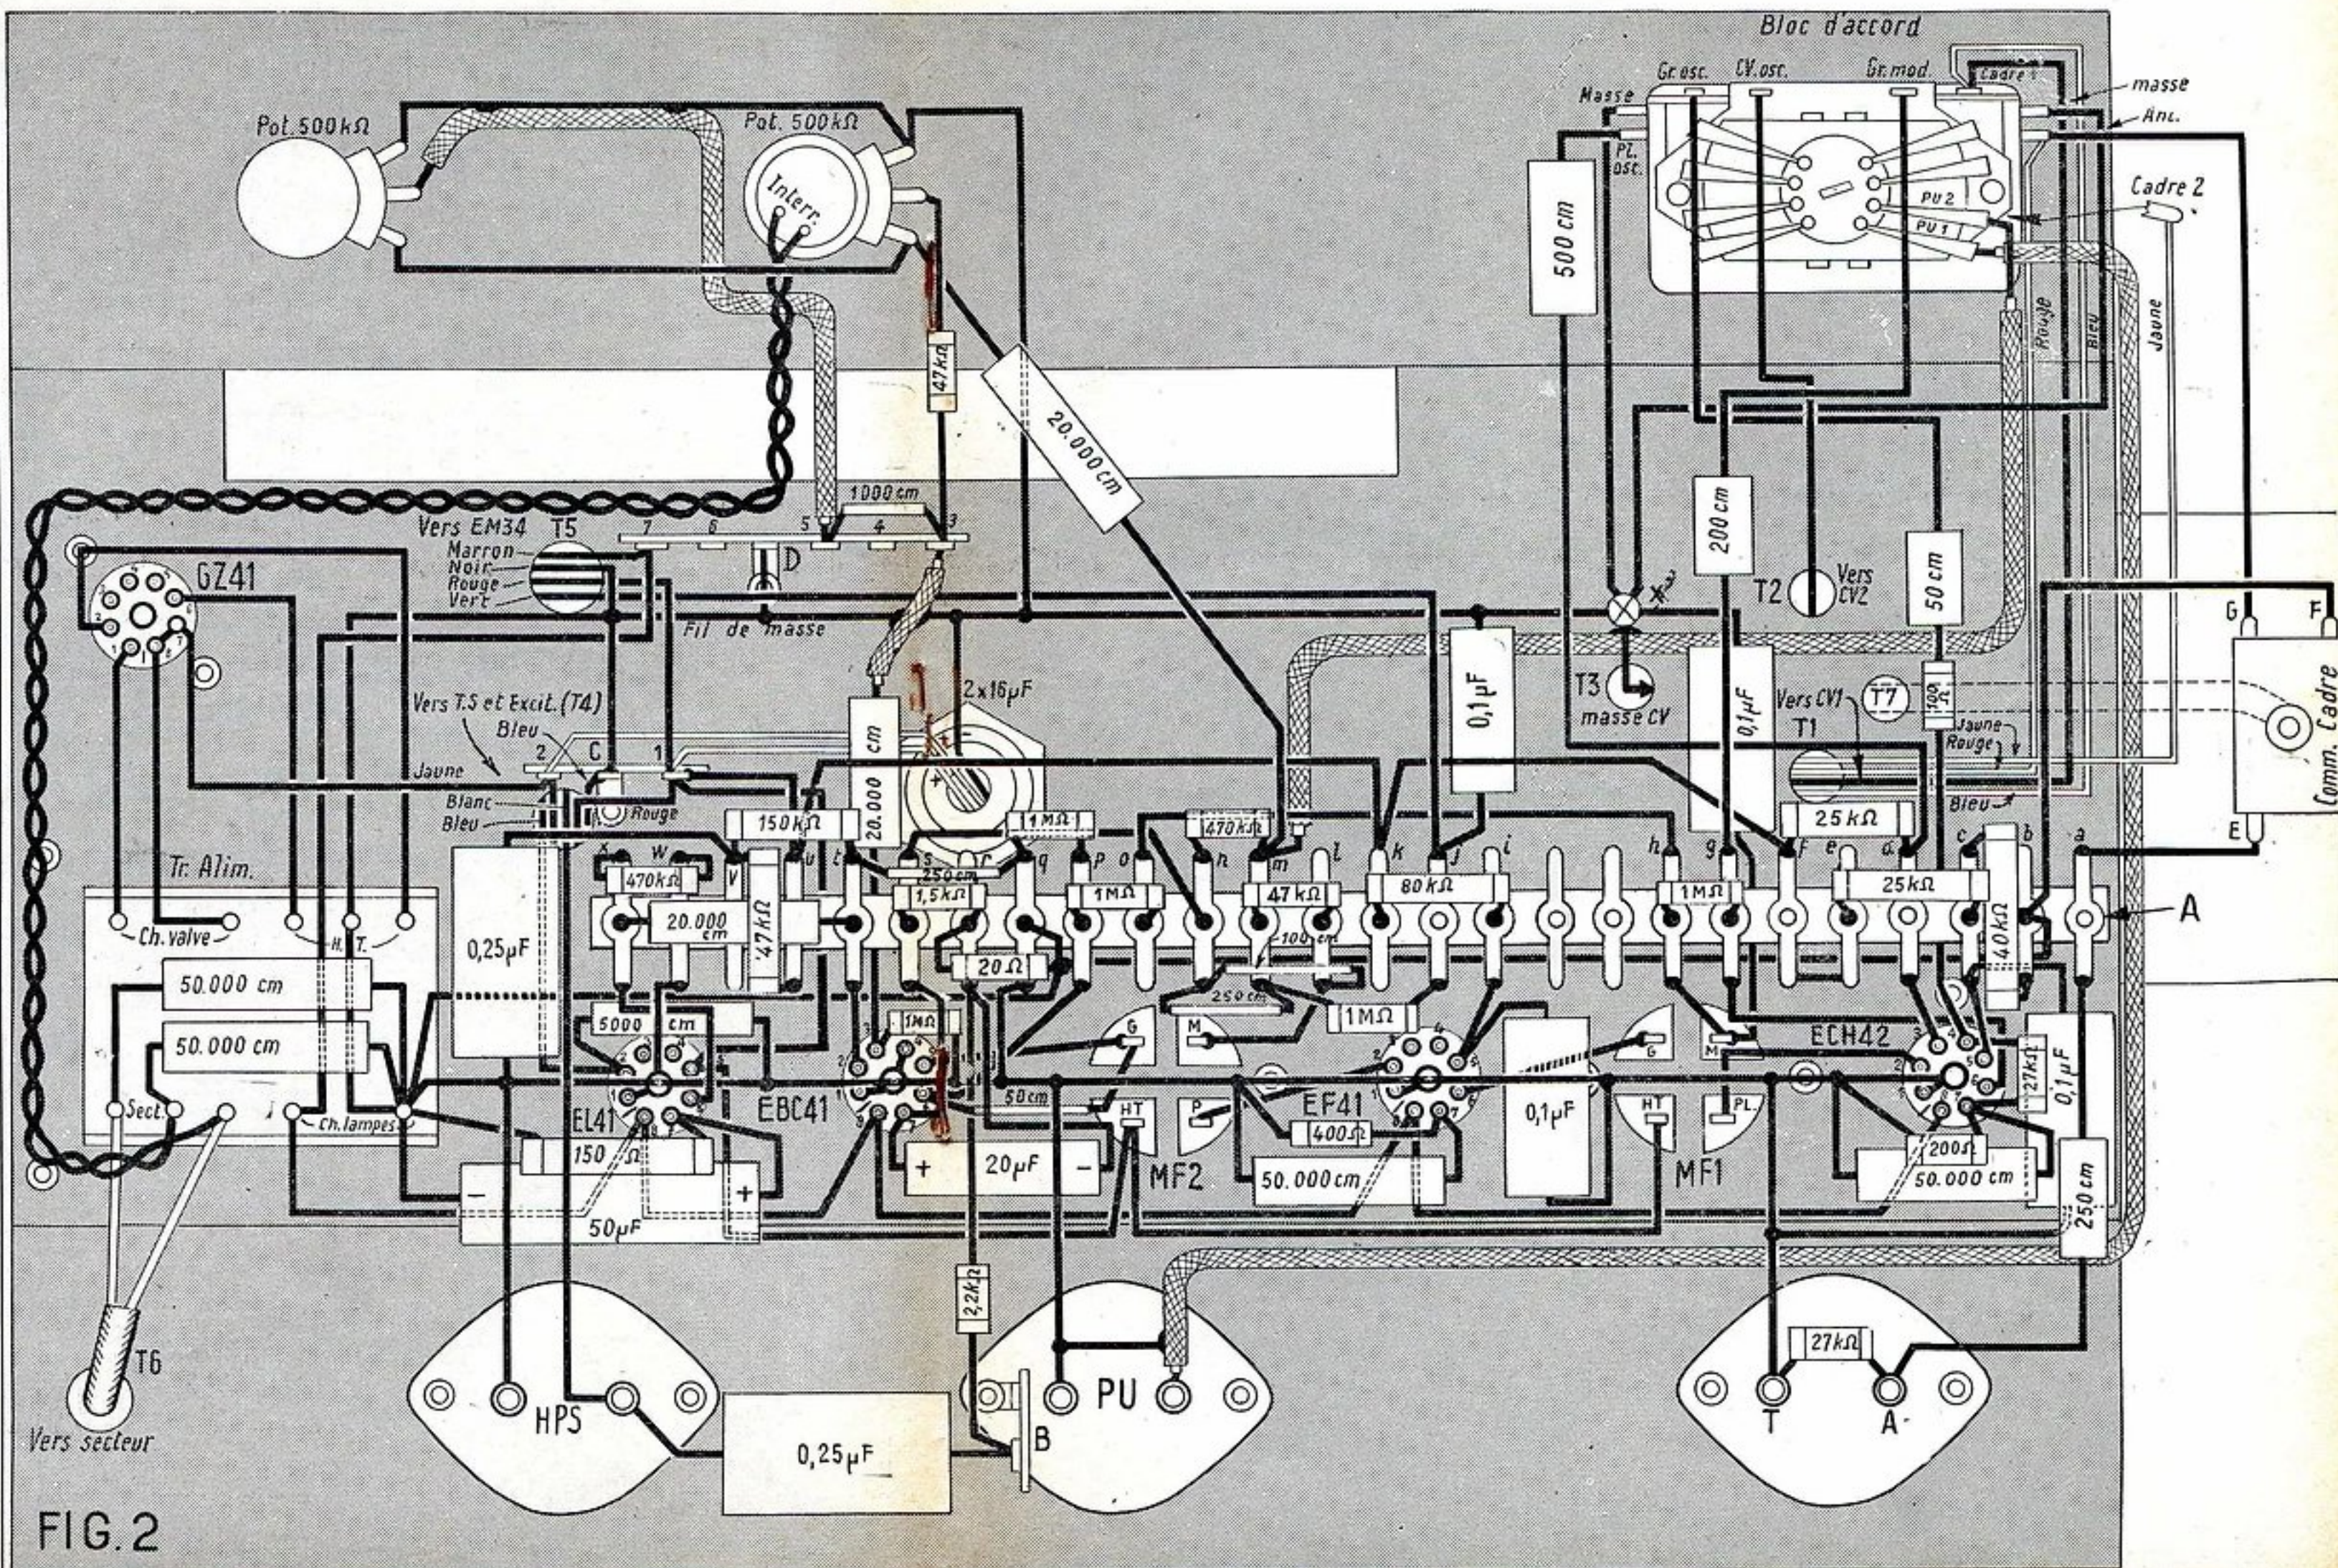

FIG. 2
- 1 châssis selon figure 2.
Le support de l'ensemble du montage est le châssis en tôle. La construction d'un récepteur commence nécessairement par la mise en place sur ce châssis des principales pièces. C'est donc par là que nous allons commencer la réalisation de notre poste. Pour des raisons de commodité, nous débutons par la mise en place des supports de lampes. Ils sont au nombre de cinq. Un petit trait gravé dans la bakélite, entre les cosses filaments, permet de déterminer les cosses utiles et leur concordance avec les électrodes de la lampe (en se référant aux indications des constructeurs de tubes). Comme un câblage rationnel exige une certaine orientation des différentes pièces, et des supports de lampes en particulier, ce petit trait gravé permet de donner aux nôtres l'orientation qui est indiquée sur le plan de câblage (fig. 2). Après les supports de lampes, on fixe sur la face arrière du châssis les plaquettes A-T, PU et HPS. Sur une des vis de fixation de la plaquette PU, on met le relais à une cosse isolée B. Sur la face interne du châssis, on monte les relais C et D, respectivement à 2 et 5 cosses isolées.